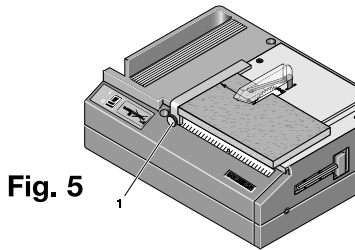

Fig. 5
1. Klemmschraube **1** (Fig. 5) lösen, Anschlag einstellen und Klemmschraube wieder festziehen